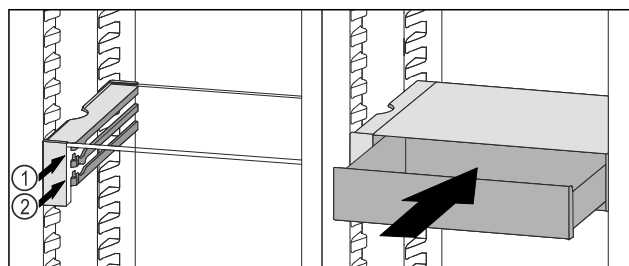

Fig. 246
- Predal VarioSafe namestite za zaustavljalnimi elementi na željeni nastavek Fig. 246 (1) ali Fig. 246 (2).